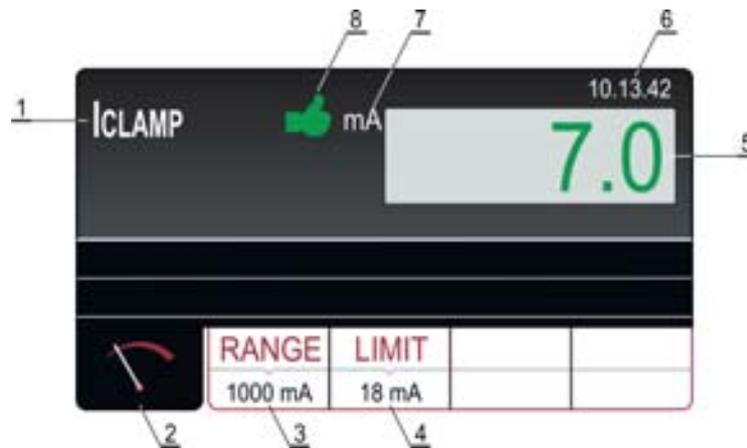

Abb. 40: Bildschirmseite der ICLAMP Testergebnisse
- 6) Messen Sie durch Drücken der **START/STOP** Taste. Die Messung wird durch ein erneutes Drücken der **START/STOP** Taste aktiviert/deaktiviert. Das Testergebnis wird grün angezeigt wenn es niedriger oder gleich oder rot angezeigt wenn es höher ist als der eingestellte Grenzwert. Das Endergebnis wird zusammen mit dem grünen Symbol  und einem kurzen Signalton (Ergebnis OK) oder zusammen mit dem roten Symbol  und einem längeren Signalton (Ergebnis NICHT OK) angezeigt. Die Abbildung 40 zeigt ein Beispiel von einer Bildschirmseite mit den Messergebnissen.